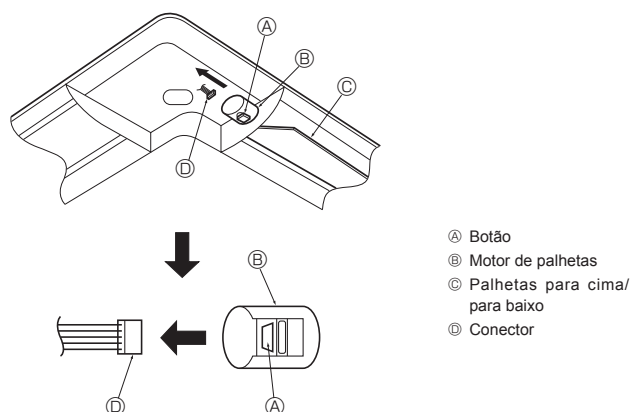

Fig. 10-16
10.4. Bloqueio da direção do fluxo de ar para cima/para baixo (Fig. 10-16)